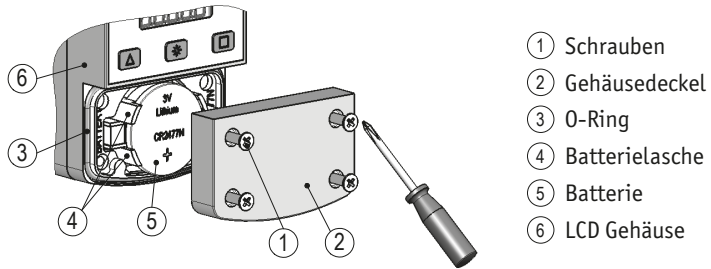

Abb. 10: Batteriewechsel
- ▶ Schrauben ① gleichmäßig anziehen bis Gehäusedeckel ② vollständig auf Anschlag mit LCD Gehäuse ⑥ ist (siehe Abb. 10).
- ▶ Auf korrekten Sitz der O-Ringes ③ achten.
Demontage (siehe Abb. 10):
Montage (siehe Abb. 10):